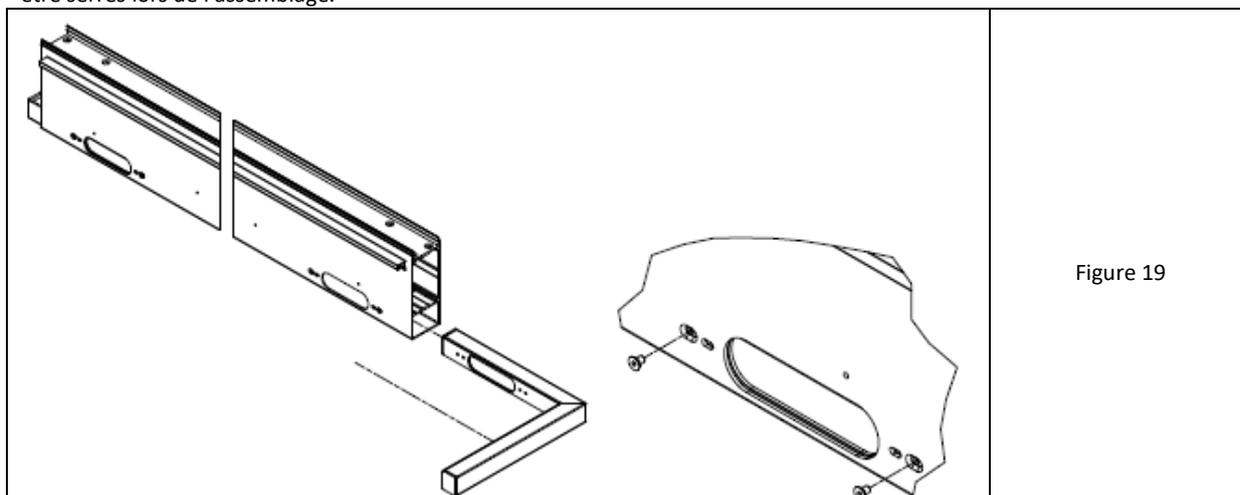

Figure 19
2. Lors de l'insertion, éviter d'abraser la couche d'étanchéité et n'appliquer l'EPDM sur la paroi de la poutre que lorsque les contours des haricots sont alignés. Serrer avec 2 vis à tête fraisée M5x8 (dans les trous extérieurs de l'haricot à tête fraisée) (Fig.19).
7. Lors de l'insertion, éviter d'abraser la couche d'étanchéité et n'appliquer le mastic d'étanchéité sur la paroi de la poutre qu'après avoir aligné les contours de l'haricot. Serrer avec 2 vis à tête fraisée M5x8 (dans les trous extérieurs de l'haricot à tête fraisée) (Fig.19).
17. Lors de l'insertion, éviter de frotter la couche d'étanchéité et n'appliquer l'EPDM sur la paroi de la poutre qu'après avoir aligné les contours de l'haricot. Serrer le transfert avec 2 vis à tête fraisée M5x8 (dans les trous extérieurs de l'haricot) (Fig.19-droite).
3. Lors de l'insertion, éviter d'abraser la couche d'étanchéité et n'appliquer l'EPDM sur la paroi de la poutre que lorsque les contours des haricots sont alignés. Serrer avec 2 vis à tête fraisée M5x8 (dans les trous extérieurs de l'haricot à tête fraisée) (Fig.19).